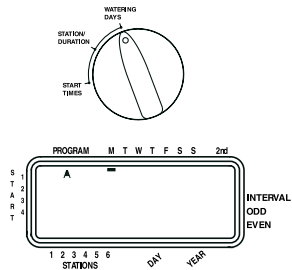

Ilustración 7:
- Haga girar el dial a **Días de riego** en el programa A. La pantalla mostrará una "A" y el cursor parpadeará debajo de los días de la semana **M, T, W, T, F, S, S** (lunes, martes, etc.) [Vea la ilustración 7].